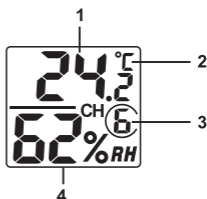

Abbildung 3
7. Überprüfen Sie, ob die richtige Kanalnummer (CH) und Einheit für die Temperatur (°F vs. °C) wie in Abbildung 3 auf dem Display dargestellt sind.